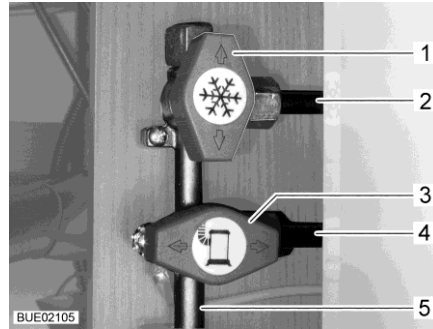

Bild 168 Läge Gasavstängningsventiler (exempel)
- Ställ gasavstängningsventilen för respektive gasapparat parallellt (Bild 168,3) med den ledning (Bild 168,4) som går till gasapparaten.
- Ställ gasavstängningsventilen för respektive gasapparat tvärs (Bild 168,1) mot den ledning (Bild 168,2) som går till gasapparaten.